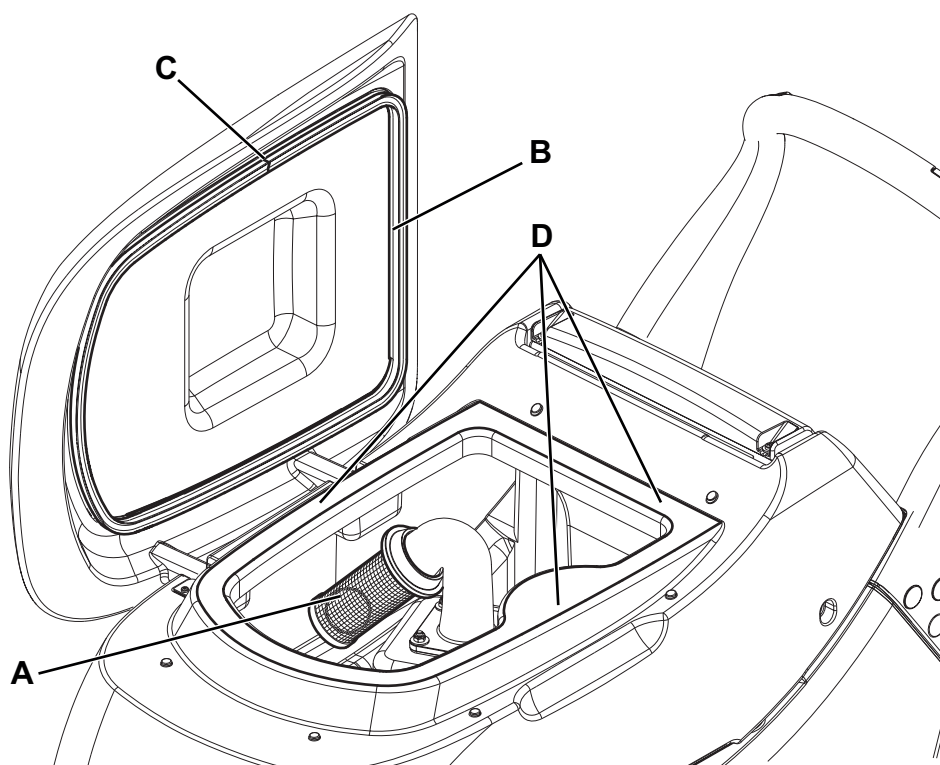

Figure 6
3. Vider l'eau des réservoirs (15 et 16) à l'aide du tuyau de vidange (11) et du tuyau (12).
4. Ouvrir le couvercle (17), nettoyer et laver à l'eau propre le couvercle, les réservoirs et la grille d'aspiration (30).
5. Si besoin est, dégager la grille (A, Fig. 6), puis la nettoyer avec soin et installer à nouveau.
6. Contrôler l'intégrité du joint d'étanchéité (B) du couvercle du réservoir de l'eau de récupération.